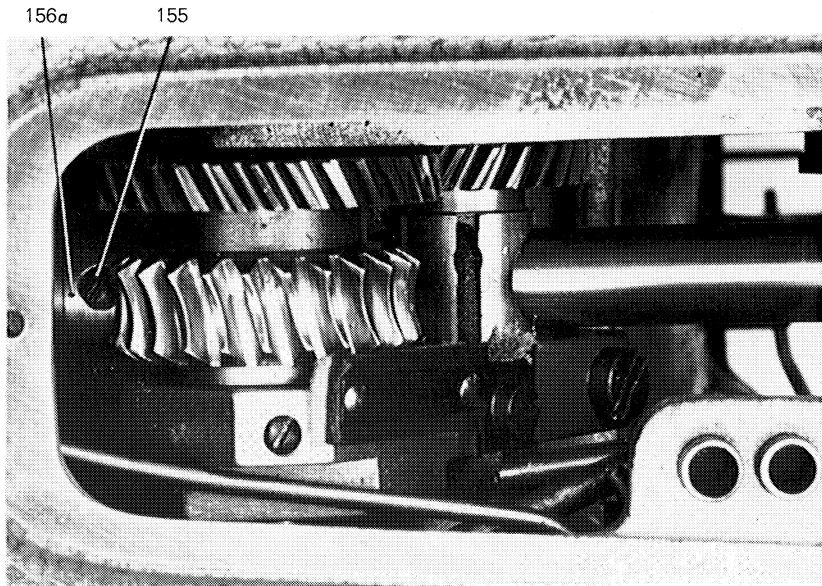

Abb. 43
3. Befestigungsschrauben 155 (Abb. 43) der Schnecke 156a lösen, Schnecke festhalten und durch Drehen am Handrad die Armwelle entsprechend verdrehen.